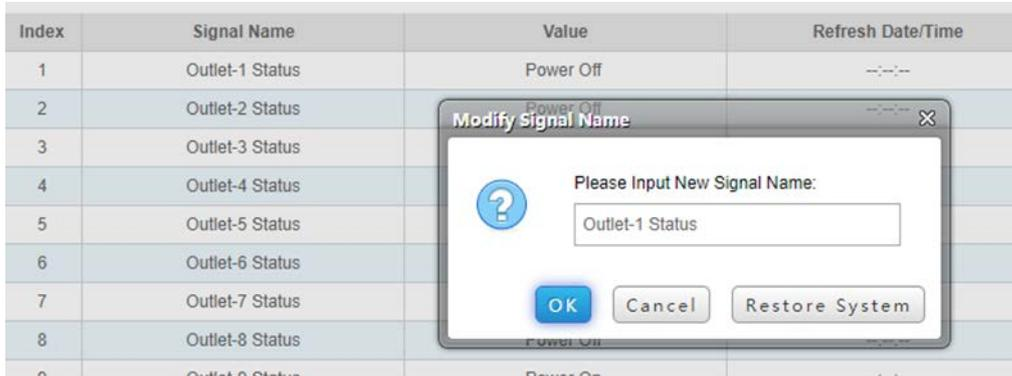

図 3-45 ポート名変更のダイアログボックス
3. 信号名の列からポートの出カステータス(Outlet-1 Status など)をクリックします。信号名を変更するダイアログボックスが開きます(図 3-45)。